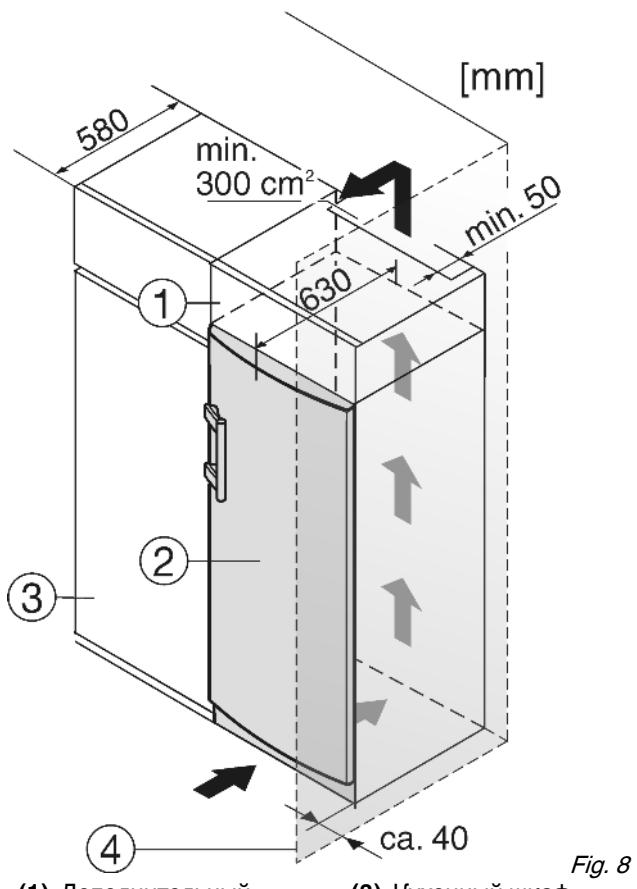

Fig. 8
(1) Дополнительный шкафчик
(2) Устройство
(3) Кухонный шкаф
(4) Стенка
Устройство может быть окружено кухонными шкафами. Чтобы уравнять устройство Fig. 8 (2) по высоте с кухонной стенкой, можно установить над устройством дополнительный шкафчик Fig. 8 (1).
При комбинировании с кухонными шкафами (глубина макс., 580 мм) устройство можно установить непосредственно рядом с кухонным шкафом Fig. 8 (3). Дверца устройства выступают по сторонам на 34 мм и по центру устройства на 50 мм относительно передней стенки кухонного шкафа. Поэтому ее можно свободно открывать и закрывать.
Если устройство установлено на шарнирах у стены Fig. 8 (4), то расстояние между устройством и стеной должно быть не менее 40 мм. Настолько выступает ручка при открытой дверце.